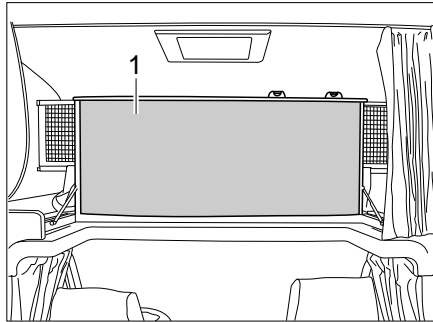

Bild 151 Alkovenbett, nach oben geklappt
- Alkovenbett (Bild 151,1) vorn nach oben klappen. Das Alkovenbett wird von Gasdruck-Federn in der oberen Stellung gehalten.